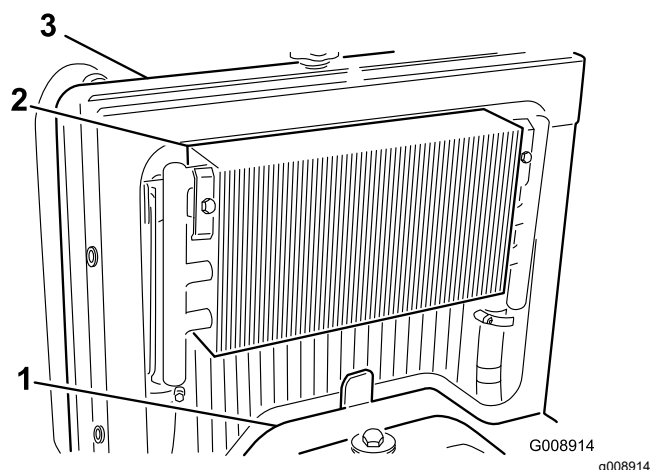

Figure 58
2. Déposez le panneau d'accès (Figure 58).